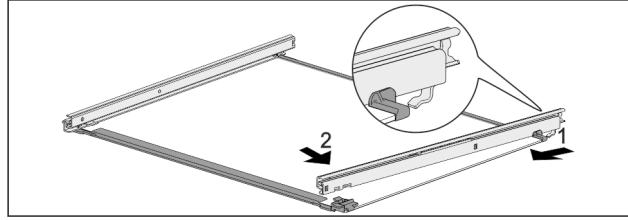

Fig. 85 Steklena plošča z vodili
- Vodilo obesite na kavelj na zadnji strani. Fig. 85 (1)
- Vodilo zaskočite na sprednji strani. Fig. 85 (2)